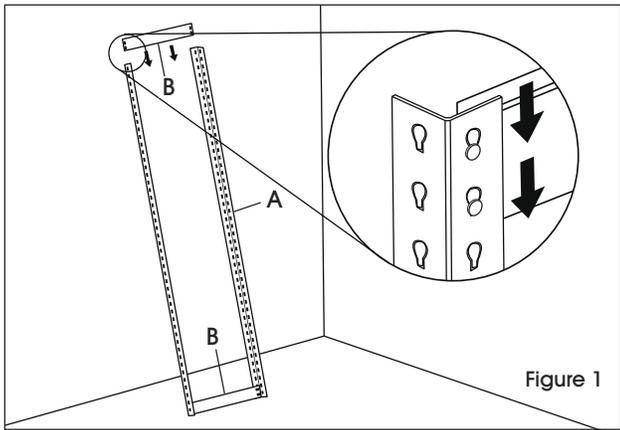

Figure 1
1. Connect two upright posts (A) by inserting a side support (B) at the bottom and top of the posts. (See Figure 1)
1. Reliez deux montants verticaux (A) en insérant un support latéral (B) dans le bas et le haut des montants. (Voir Figure 1)